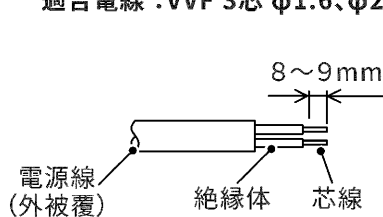
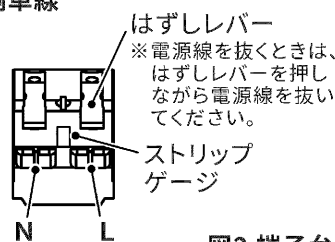

図1 電源線皮むき寸法
図2 端子台接続
- ①電源線の被覆を端子台のストリップゲージに合わせてむいてください。(図1・図2)